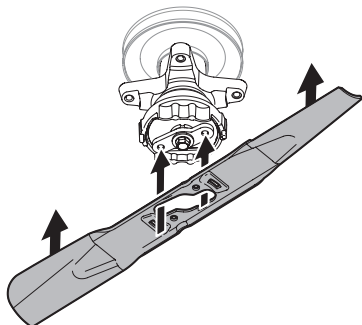

Figure 48
3. Placez la lame sous la fusée et alignez l'ouverture au centre de la lame dans le support de retenue (Figure 48).